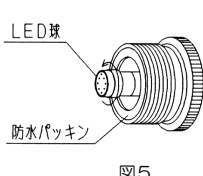

図5
- LED球は、押しながら左へ回して取り外し、同じ形番の新しいLED球を押しながら右に回して取り付けてください。弊社では「ランプ交換工具 形番OR-55」を用意しています。ゴム製のスパナで電球の着脱が容易に行えます。なお、LED球の表面は高温となっている場合がありますので注意してください。(図5)